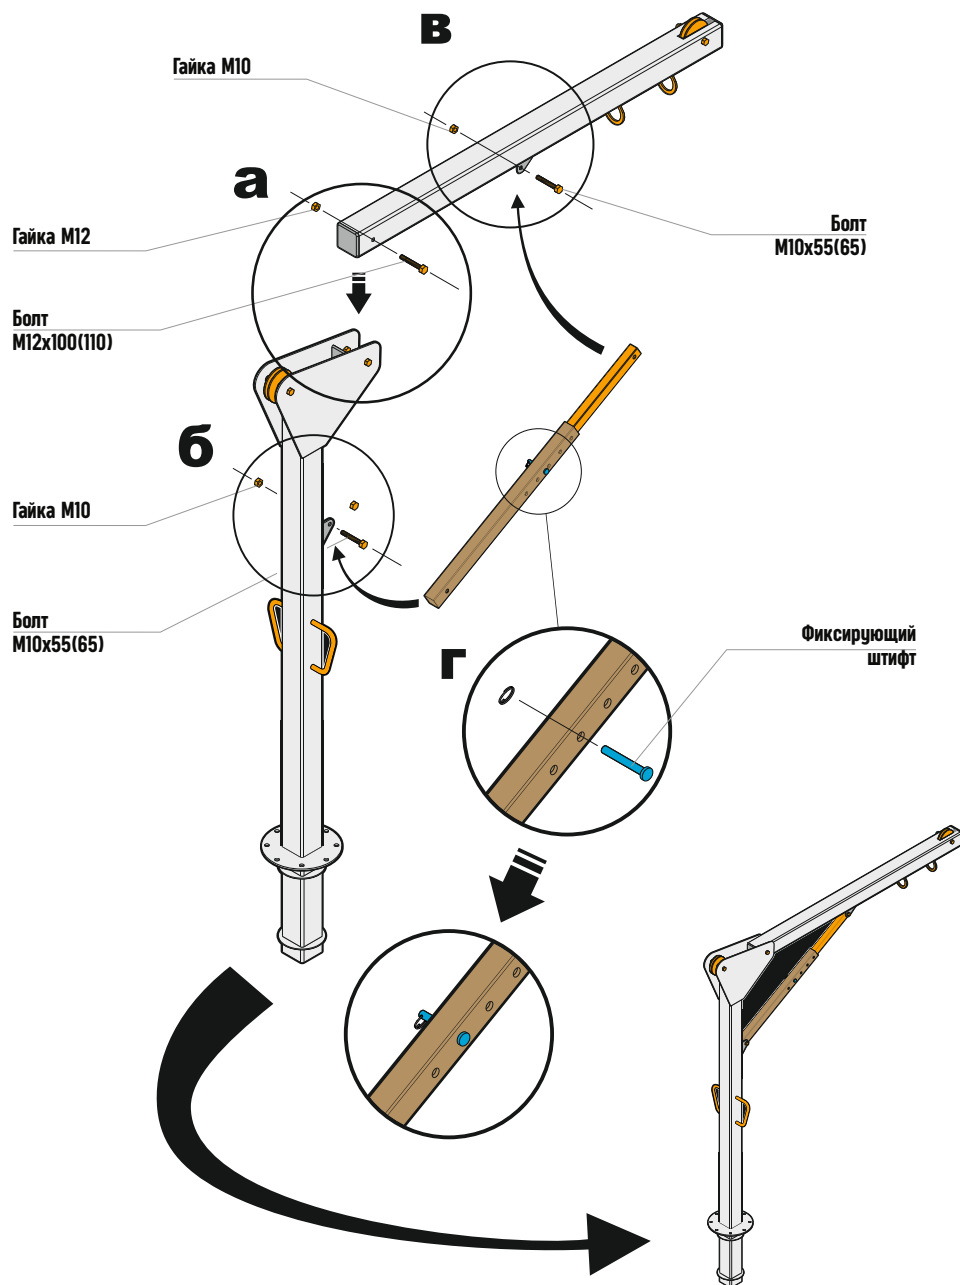

Рис. 9 Монтаж переносного анкерного устройства IVA, арт. IV01.
Монтаж переносного анкерного устройства, арт. IV01 (рис. 9):
2. Соединить консоль и балку при помощи болта М12 и гайки М12 (рис. 9а).
3. Соединить телескопическую перекладину с балкой (рис. 9б) и консолью (рис. 9в) при помощи двух болтов М10 и двух гаек М10.
4. Установить необходимый угол наклона консоли при помощи фиксирующего штифта, отрегулировав телескопическую перекладину (рис. 9г).